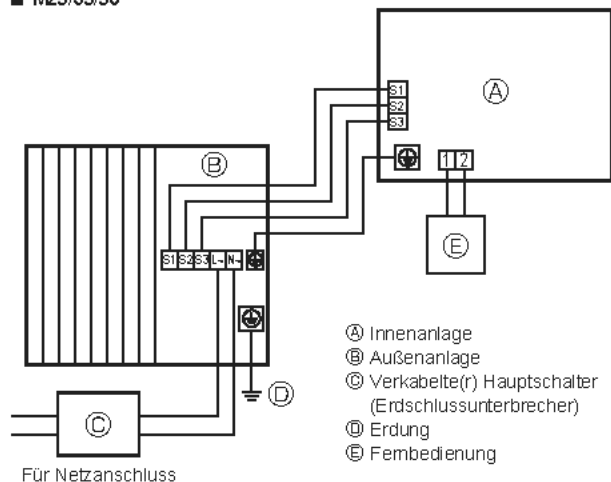
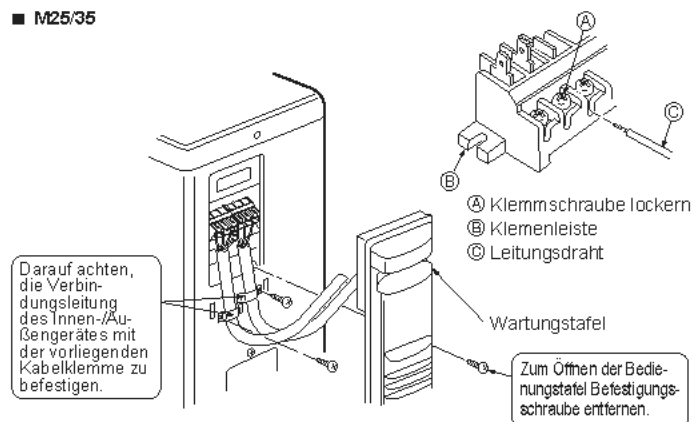
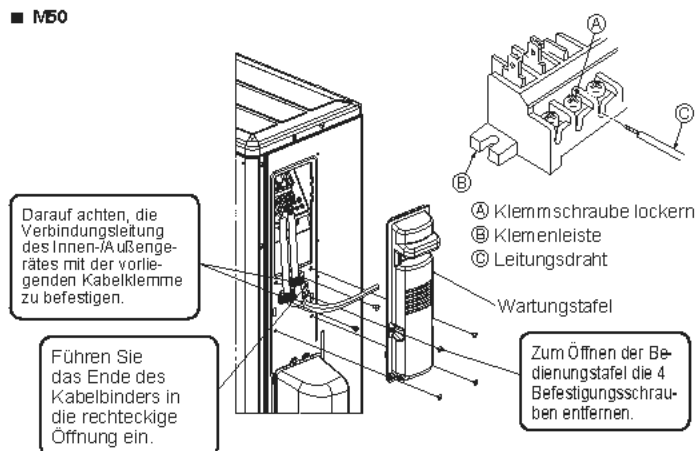

Fig. 6-1
Fig. 6-3
Fig. 6-4
6.1. Außeneinheit (Fig. 6-1, Fig. 6-2, Fig. 6-3, Fig. 6-4, Fig. 6-5)
- ① Die Wartungstafel entfernen.
- ② Die Kabel wie in den Fig. 6-1, 6-2, 6-3, 6-4 und 6-5 gezeigt verlegen.